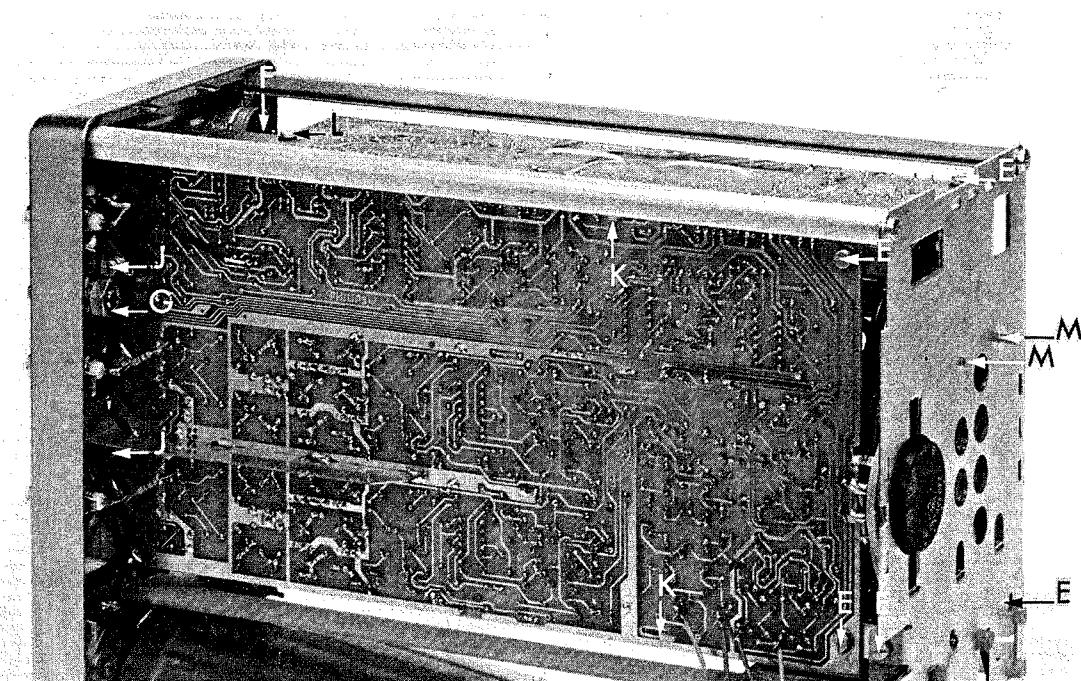

Fig. 2.7. Démontage
- 5 vis E (Fig. 2.7.) maintenant les plaques sur le panneau arrière.
- 1 vis F (Fig. 2.7.) derrière le panneau avant (au-dessus).
- 1 écrou G (Fig. 2.7.) derrière le panneau avant (au-dessous).
- Dévisser les deux écrous J (Fig. 2.7.) ainsi que les deux écrous des douilles d'entrée A et B.
- Déboîtier l'étrier K placé à mi-chemin le long de la platine (Fig. 2.7.).
- Pour déposer une platine verticale enlever une vis L fixant le panneau avant (Fig. 2.7.).
- Dévisser les deux écrous des douilles d'entrée A et B et les deux vis J qui fixent la platine au panneau avant (Fig. 2.7.).
- Dévisser les deux écrous de montage M (Fig. 2.7.).